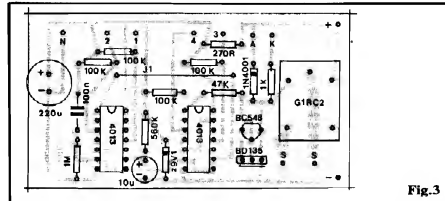

Fig. 3
- FIG. 3 - CHAPEADO DA MONTAGEM - A parte "gostosa" da montagem é, conforme opinião da maioria dos Hobbystas, colocar e soldar as peças no Impresso... A figura mostra, para tanto, a placa já com todos os componentes principais posicio-